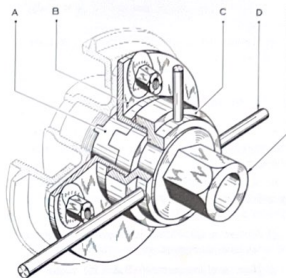

Fig. 8.5.—Utilización de la llave 3301-T para desenroscar o enroscar el anillo-tuerca del tambor de rueda trasero.
Retirar el anillo-tuerca por medio de la llave 3301-T con terminal 3304-T (fig. 8.5), que también inmoviliza el tambor.
a) Centrar las zapatas (Op. 8.2.2.). Después del reglaje, apretar las tuercas (5) y frenarlas.
c) Colocar el frenillo de tuerca sobre el eje, enroscar y apretar la tuerca (14) de 35 a 40 m.kg; doblar el frenillo. Untar con grasa
especial de rodamientos el tapón de chapa del anillo-tuerca (13). Inmovilizar el tambor con una palanca. Enroscar y apretar el anillo-tuerca (13) de 15 a 20 m.kg (utilizar la llave 3301-T con el terminal 3304-T, fig. 8.5), frenándola con dos golpes de puntero.